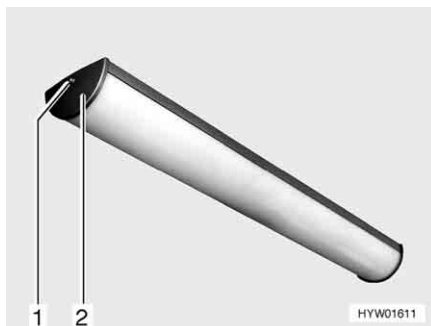

Fig. 255 Lampada del letto anteriore
- Svitare la vite (Fig. 255,1) e smontare la copertura (Fig. 255,2).